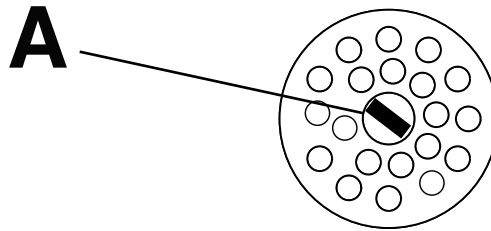

Figure 18 – Position de l'interrupteur de cordon
Pour éviter une condition de batterie faible lorsque le lit n'est pas branché, positionner l'interrupteur du cordon retiré, du côté tête du lit, en position d'arrêt. Si l'interrupteur n'est pas positionné comme illustré (A) et que les cordons d'alimentation du lit et de la commande suspendue sont débranchés, la durée de vie de la batterie de secours sera réduite (Figure 18).